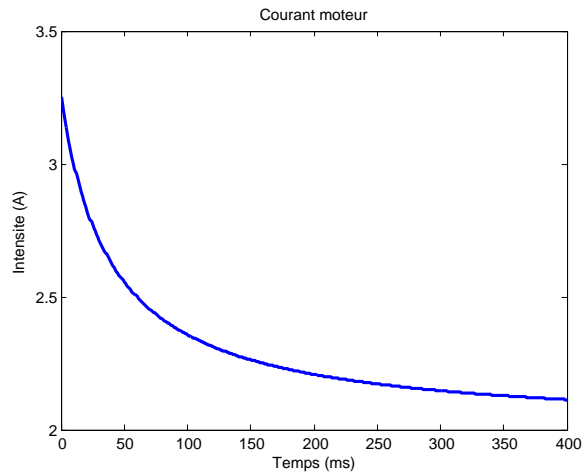

FIGURE 1 – Affichage de la mesure.
**Q5.** Les mesures étant dans la liste `mesures`, écrire une fonction `affichage(mesure)` en langage Python qui produit un affichage graphique comme représenté en Figure 1, sachant que la résolution de la conversion analogique-numérique du courant est de 4 mA et que les mesures ont été effectuées toutes les 2 ms. On ne demande pas de légendier les axes ni de donner un titre à la figure. On suppose que les bibliothèques nécessaires ont été importées.